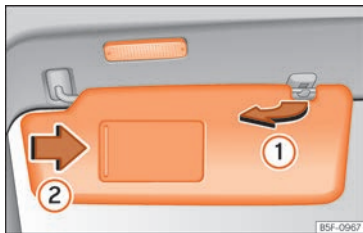

Abb. 91 Sonnenblende.
- Die Sonnenblende kann aus der Befestigung entnommen und zur Tür gedreht werden »» **[Abb. 91] ①**.